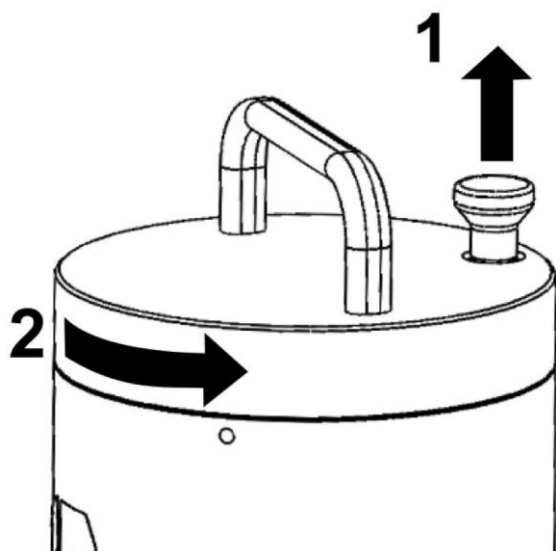

Figura 1: Remoção da tampa superior do gerador
Puxe para cima o pino de travamento na tampa superior do gerador (1), gire a tampa 30° em sentido anti-horário (2) e levante para remover (figura 1).